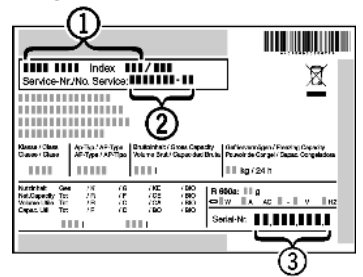

Fig. 41
- ▶ Consulter la désignation de l'appareil Fig. 41 (1), le N° de service Fig. 41 (2) et le N° de série Fig. 41 (3) sur la plaque signalétique. La plaque signalétique se trouve à l'intérieur de l'appareil, sur le côté gauche.